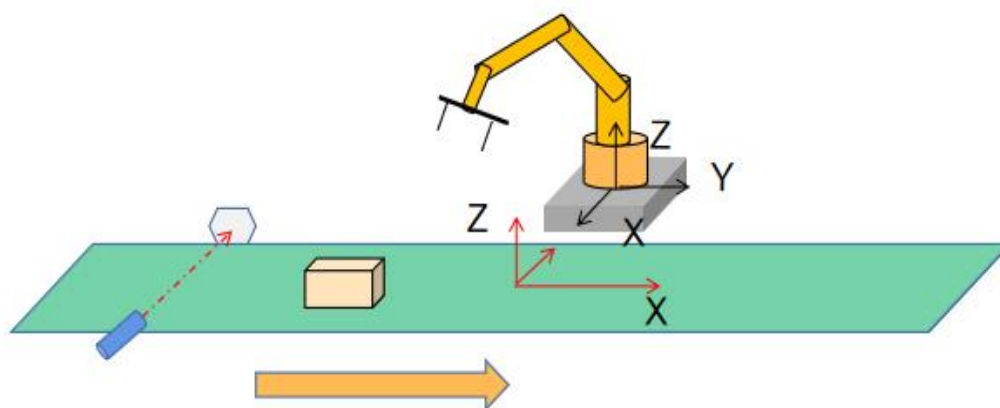

图 18-4 传送带正装
1) 当传送带安装方式采用的是经典的正装时，如下图 18-4，传送带跟踪示例程序时编写如表 18-5，为了完整的演示光电跟踪工作流程，本用例分为 main 函数和 skipMove 函数